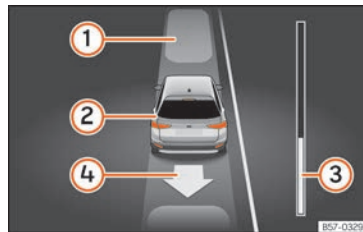

Fig. 252 En la pantalla del cuadro de instrumentos: desaparcar de un hueco en línea.
»» fig. 252 ③ indica la distancia que hay que recorrer »» pág. 291.